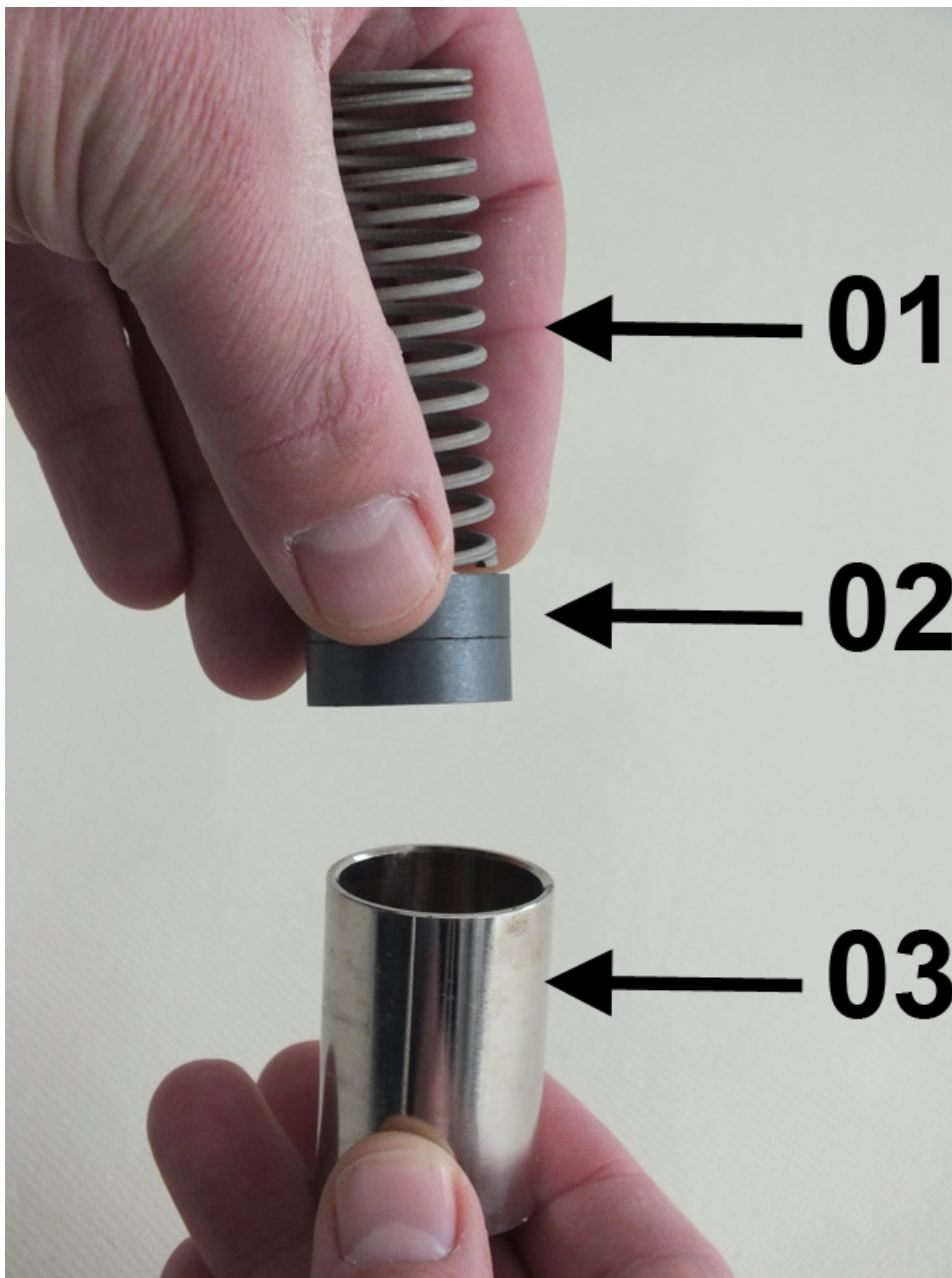

Abb. 49: Innenteile
4. ➤ Feder (Abb. 49/01) mit Magneten (Abb. 49/02) in den Schwebekörper (Abb. 49/03) einführen dabei die Magnetpolung beachten (Nordpol in Richtung Geräteausgang)